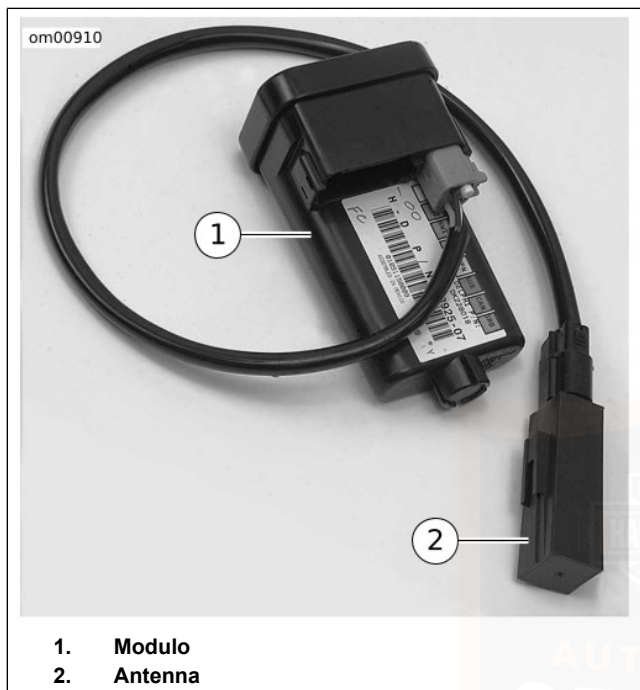

Figura 16. Modulo sistema di sicurezza Smart con antenna
Vedere Figura 16. Il sistema di sicurezza Smart Harley-Davidson (H-DSSS) consiste di un modulo di sicurezza integrato (HFSM) (1), di un'antenna integrata (2) montata sulla motocicletta e di un portachiavi elettronico **portato** dal pilota/passeggero.